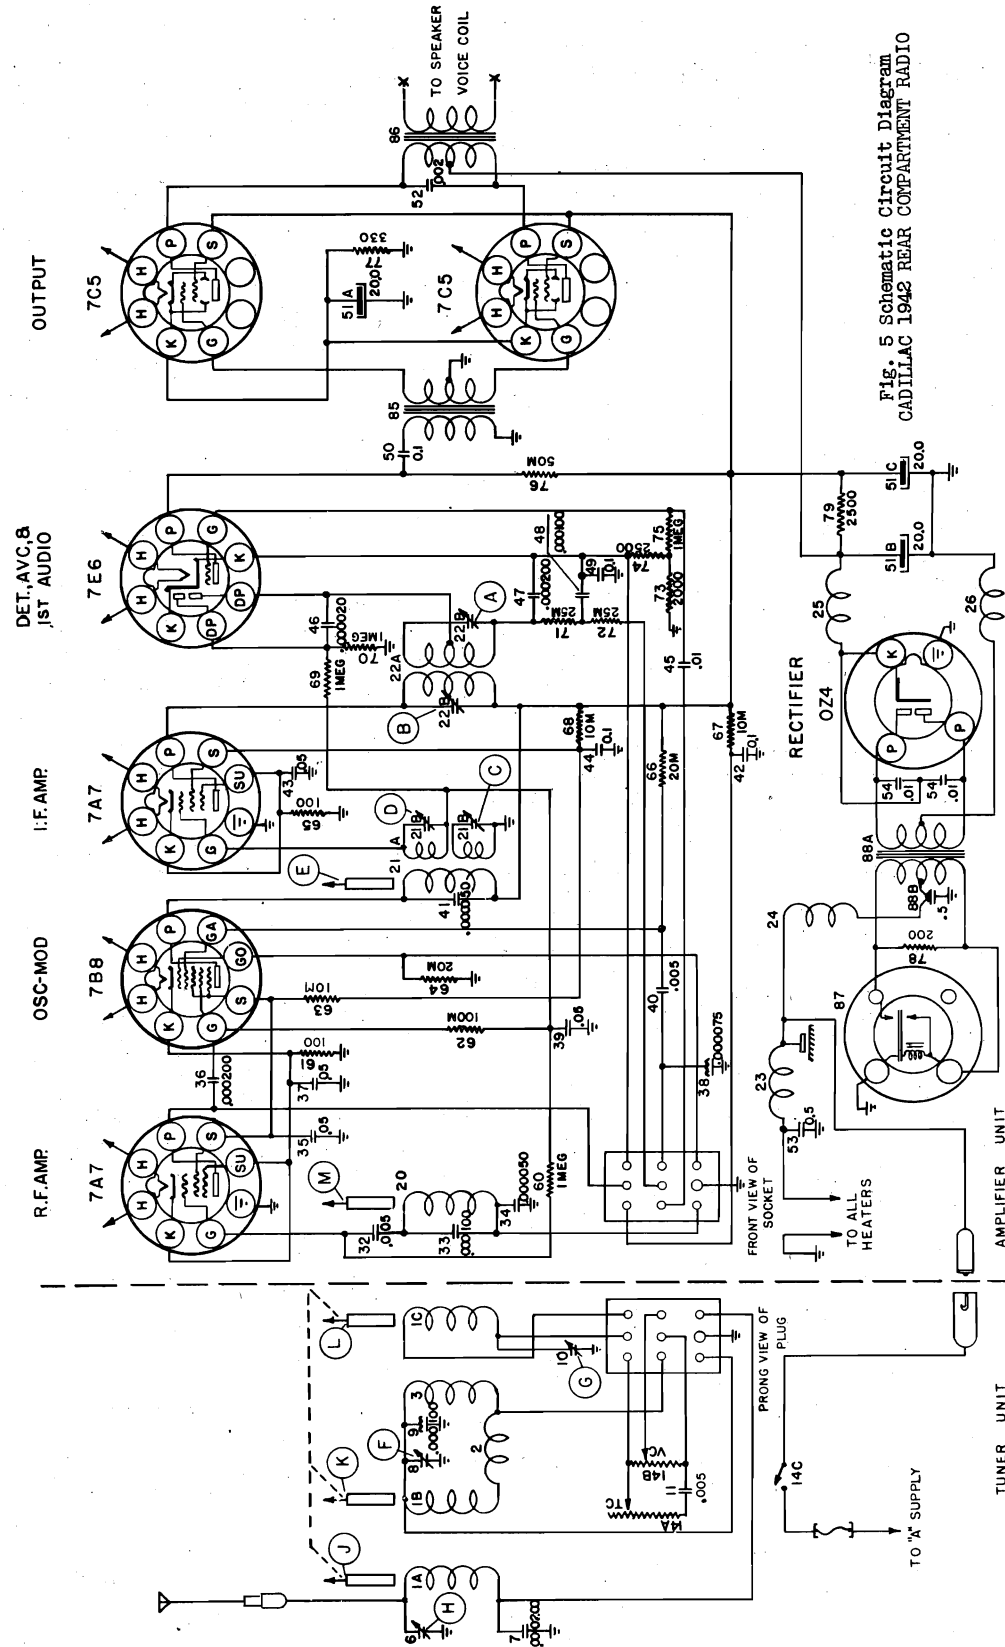

Fig. 5 Schematic Circuit Diagram
- (d) Adjust the oscillator trimmer (Illus. F, Fig. 5) for maximum output.
- (b) Adjust the R.F. trimmer (Illus. G, Fig. 5) and the antenna trimmer (Illus. H, Fig. 5) for maximum output.